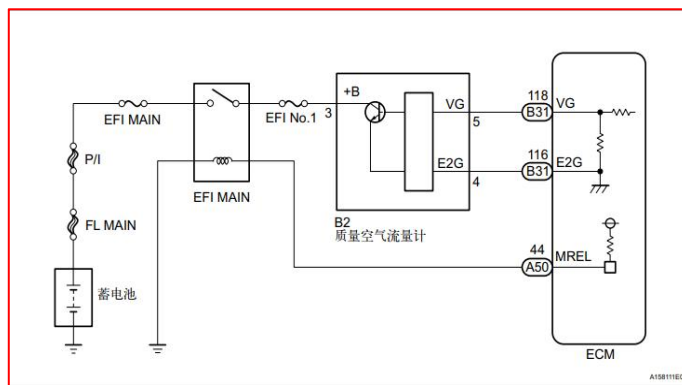

图7 卡罗拉汽车空气流量计检测电路图
2. 查阅卡罗拉汽车维修手册，找出电路图，如图 7，并分析电路图（本节课重点内容，教会学生如何查阅资料解决问题——授人以鱼不如授人以渔的哲学道理）